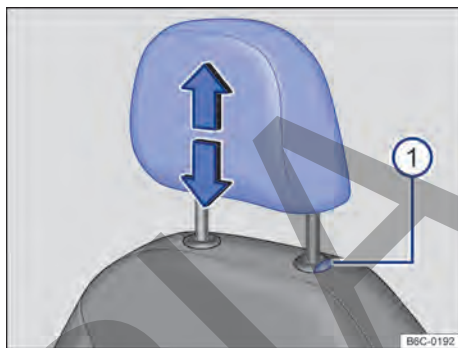

Fig. 69 Apoyacabezas delantero: desinstalar.
- Retirar el apoyacabezas con el botón → fig. 69 ① presionado.
- Empujar hacia abajo totalmente el apoyacabezas con el botón → fig. 69 ① presionado.